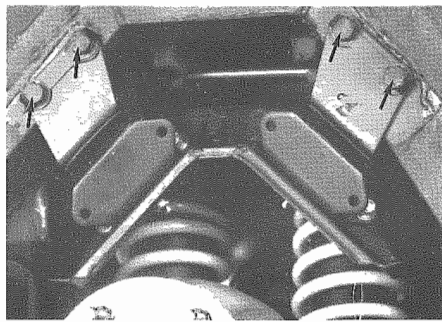

Fig. 4 - Viti fissaggio ponte al telaio
- Smontare i quattro supporti superiori dal telaio: aprire i fermi ed allentare le viti di fissaggio (**Fig. 4**).
- Remove the four upper supports from frame: open the retainers and loosen the fixing screws (**Fig. 4**).